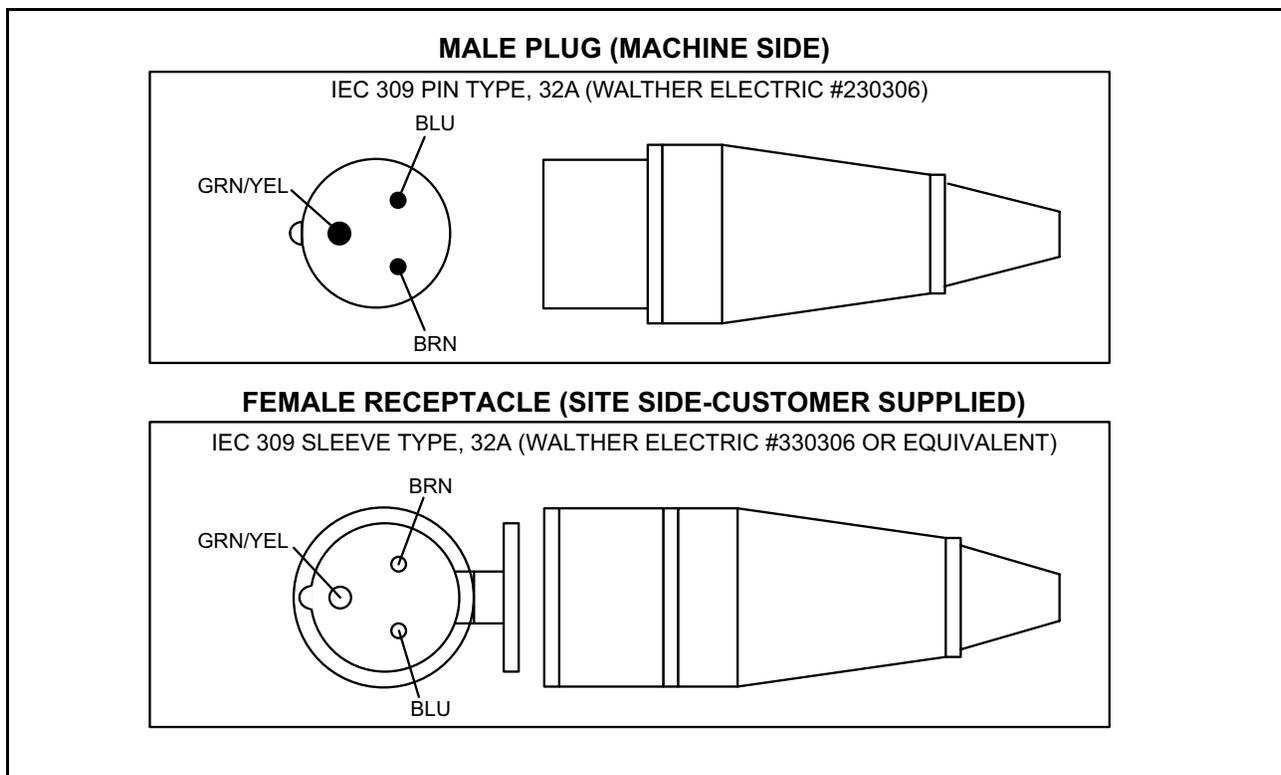

Figura 3-14: Requisitos de Receptáculo e Plugue da Europa (UE)
Para instalações de receptáculos e plugues, utilize um receptáculo tipo Luva IEC 309 (Walther Electric #330306 ou equivalente). Consulte o diagrama de receptáculos e plugues da Europa (UE) na Figura 3-14 na página 116.